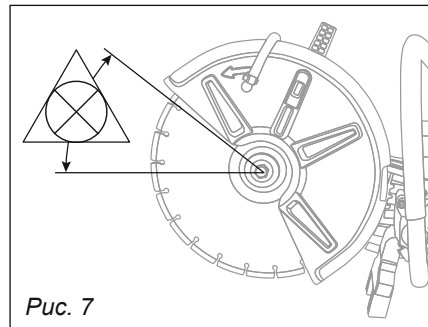

Рис. 7
- **Никогда не резать верхней областью диска (рис. 7).**